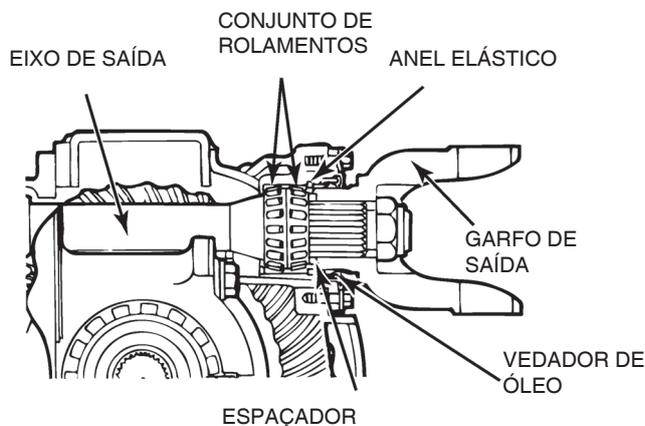

Figura 3.11
1. Remova e descarte o vedador de óleo em uso. Use um novo vedador de óleo quando da remontagem do diferencial. Figura 3.11.